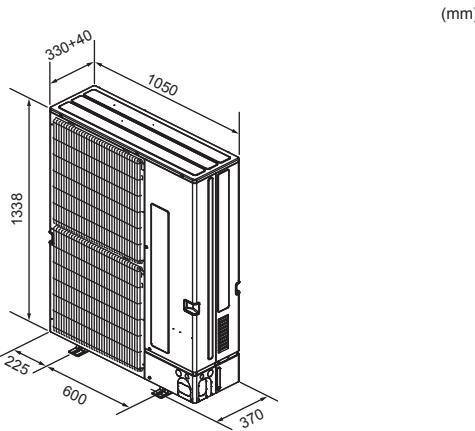

Fig. 2-1
2.3. Utvendige dimensjoner (utendørsenhet) (Fig. 2-1)